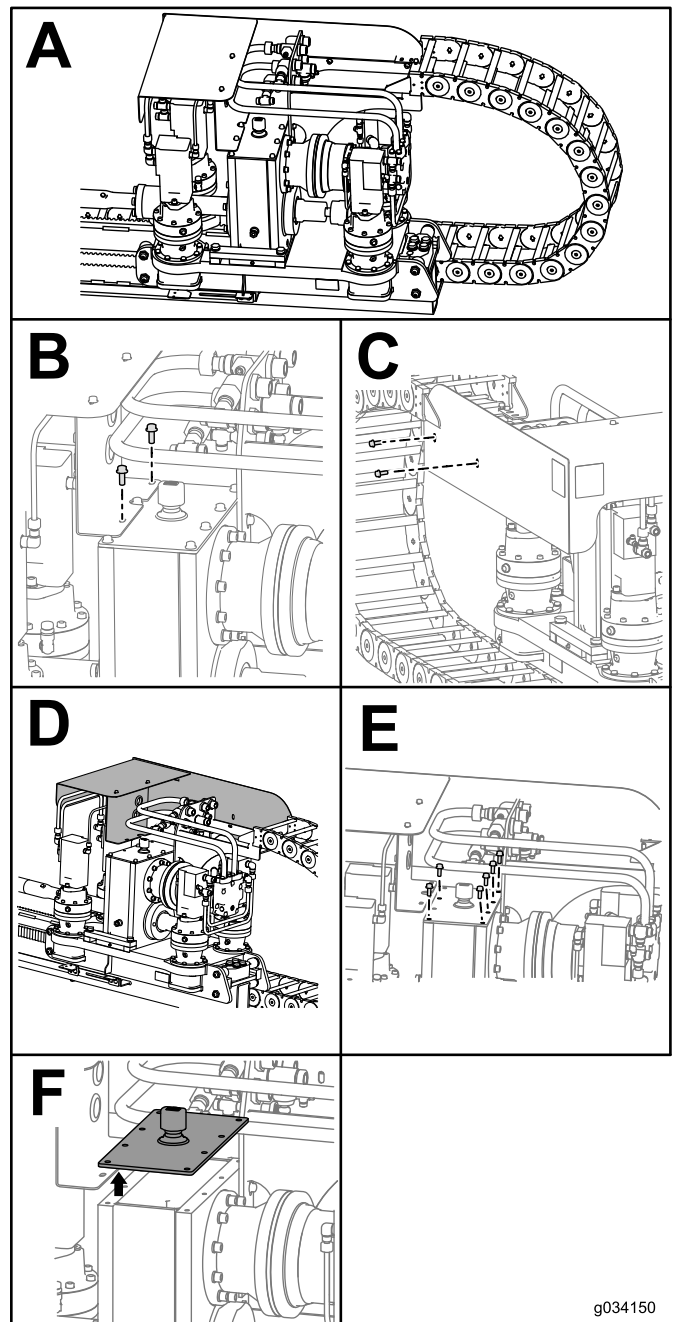

Figura 137
3. Remova os 2 parafusos e porcas da proteção do sistema de translação (Caixa B da Figura 137).
4. Remova os 2 parafusos e porcas da lateral da proteção do sistema de translação (Caixa C da Figura 137).
5. Deslize a proteção do sistema de translação para frente (Caixa D da Figura 137).
6. Remova os 6 parafusos da caixa de transmissão (Caixa E da Figura 137).
7. Remova a tampa da caixa de transmissão e o óleo por sifonamento (Caixa F de Figura 137).
11. Deslize a tampa para trás sobre a caixa de transmissão e instale, sem apertar, os 6 parafusos (Caixa E de Figura 137).
12. Instale novamente a proteção do sistema de translação com os 2 parafusos, sem apertar (Caixa C de Figura 137).
13. Instale os 2 parafusos de fixação da proteção do sistema de translação na caixa de transmissão (Caixa B de Figura 137).